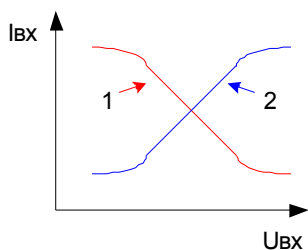

Рис. 176
- Входные характеристики (смотрите рисунок 176) – это зависимость входного тока  $I_{вх}$  ИМС от величины входного напряжения.  $I_{вх} = f(U_{вх})$ .